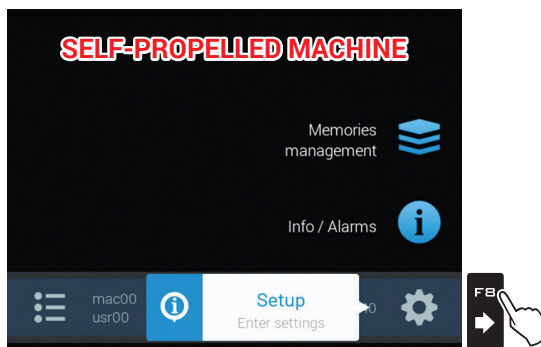
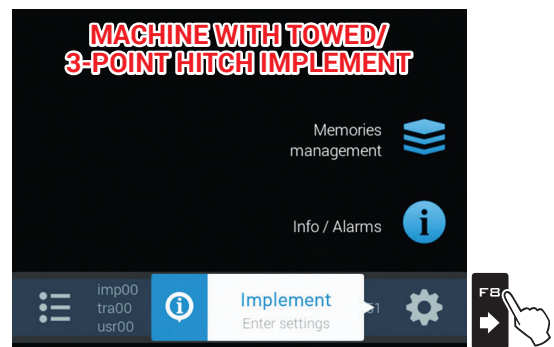

Fig. 15
Fig. 16
Om du har en installeringsfil (backup), sparad på ett USB-minne / SD-kort, tryck **F4** (A i fig. 13) och följ proceduren som beskrivs i par. 10.4.2. I **ALLA ANDRA FALL, TRYCK F7 (B): SPARA ANVÄNDAR- OCH MASKINKONFIGURATION;** **STARTA DEN VÄGLEDDE INSTALLERINGSPROCEDUREN GENOM ATT TRYCKA PÅ FB** (fig. 15 eller fig. 16).